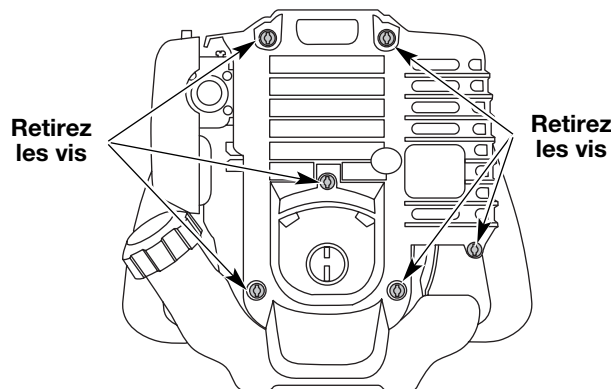

Fig. 27
1. Enlevez les deux vis (2) du haut du couvercle du moteur à l'aide d'un tournevis à lame plate ou T-25 Torx (Fig. 27).
4. Déposez le couvercle du moteur (Fig. 27).